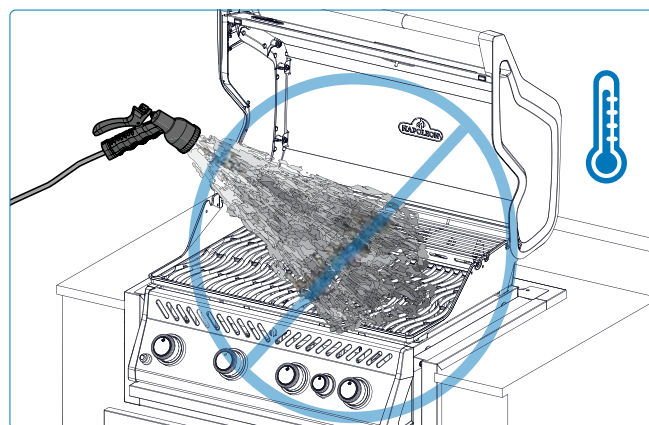

Fig. 17
1. N'utilisez jamais d'eau pour éteindre les flammes ou contrôler les flambées (**Fig. 17**)